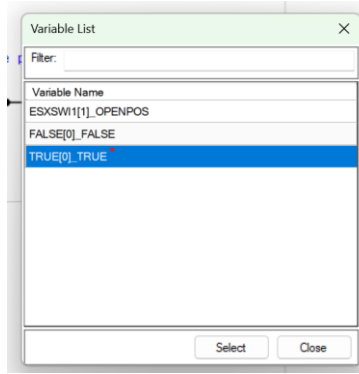

Imagen 86_Selección de variable para la entrada ENA_OPEN.
2.2.9 Nos aparecerá la una ventana como se aprecia en la **Imagen 86**, donde seleccionaremos “True[0] True”.